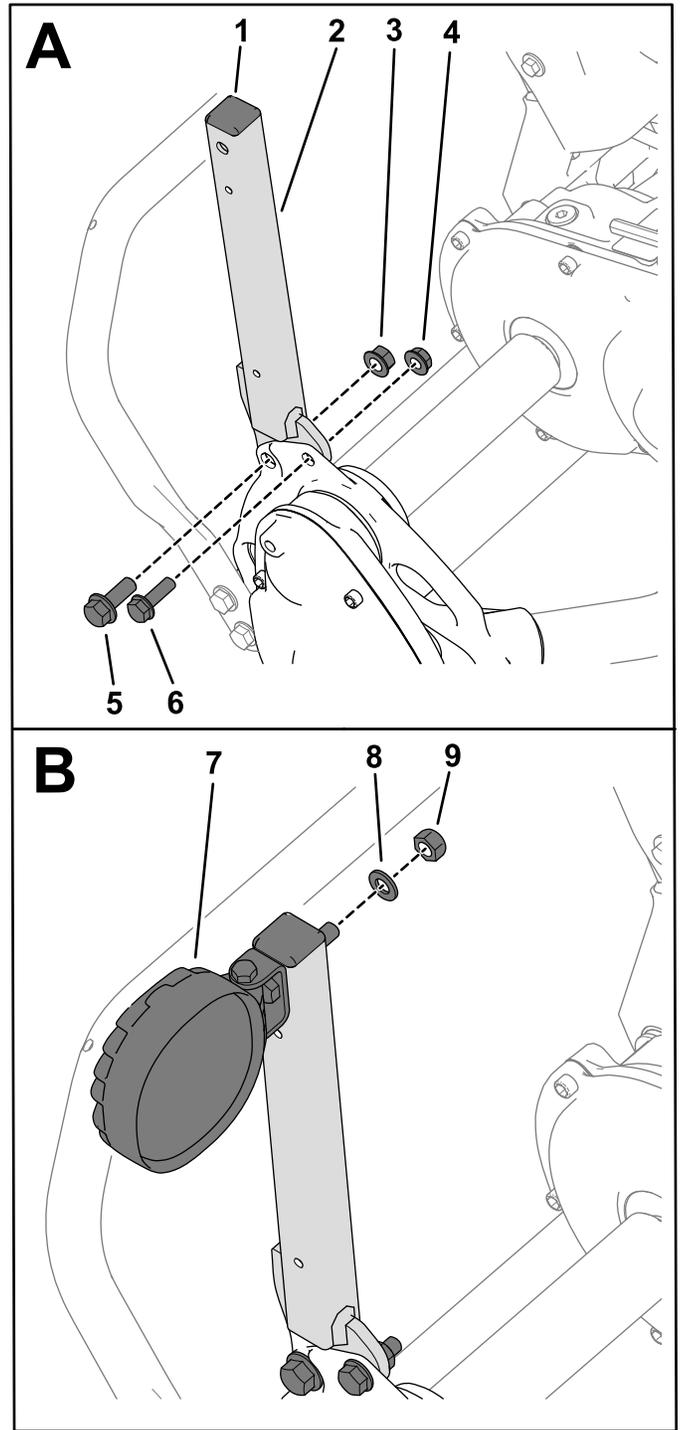

图 1
1. 用 2 个螺栓  $\frac{3}{8}$  英寸、2 个螺栓  $\frac{5}{16}$  英寸、2 个螺母  $\frac{3}{8}$  英寸和 2 个螺母  $\frac{5}{16}$  英寸将灯支架固定到机器机架 图 1。
2. 将支架盖安装到支架上 图 1。
3. 用随各个 LED 灯提供的垫圈和螺母将灯具固定到支架上 图 1。